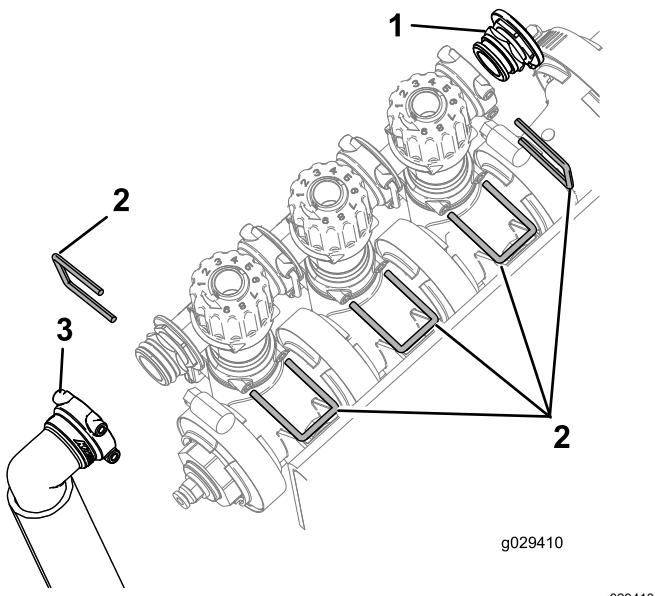

Figura 10
3. Rimuovete i fermi che sostengono il gruppo delle valvole di bypass per la barra, il tappo terminale e il gruppo raccordo e flessibile come illustrato nella Figura 10.